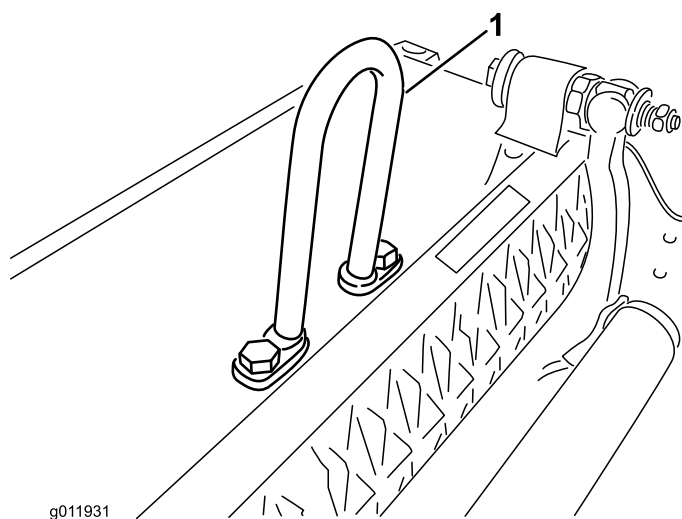

图5
**注意：** 上紧平头螺丝扭矩至 34~40Nm（图5）。